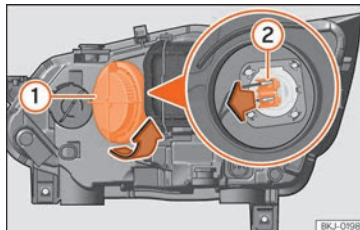

Abb. 53 Im Motorraum: Glühlampe Fernlicht.
- Drehen Sie die Abdeckung **1** nach links und nehmen Sie sie heraus »» **Abb. 53**.